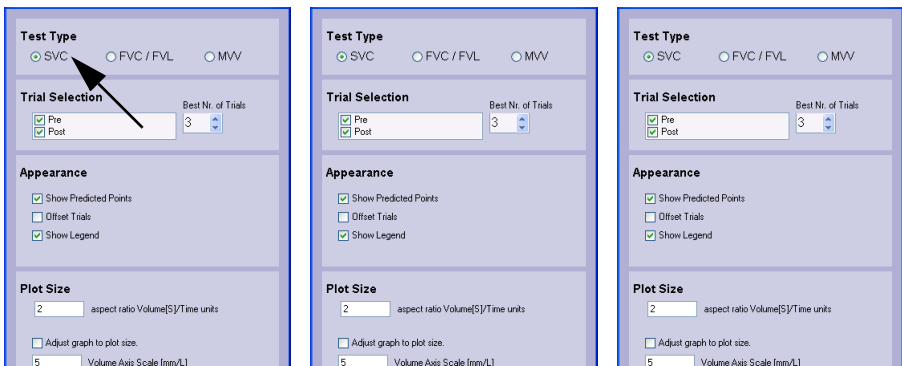

Abb. 12-10 Fenster „Spiro Graph Configuration“
- Klicken Sie auf **Run Designer**. Das Fenster Spiro Graph Configuration erscheint (Abb. 12-10).